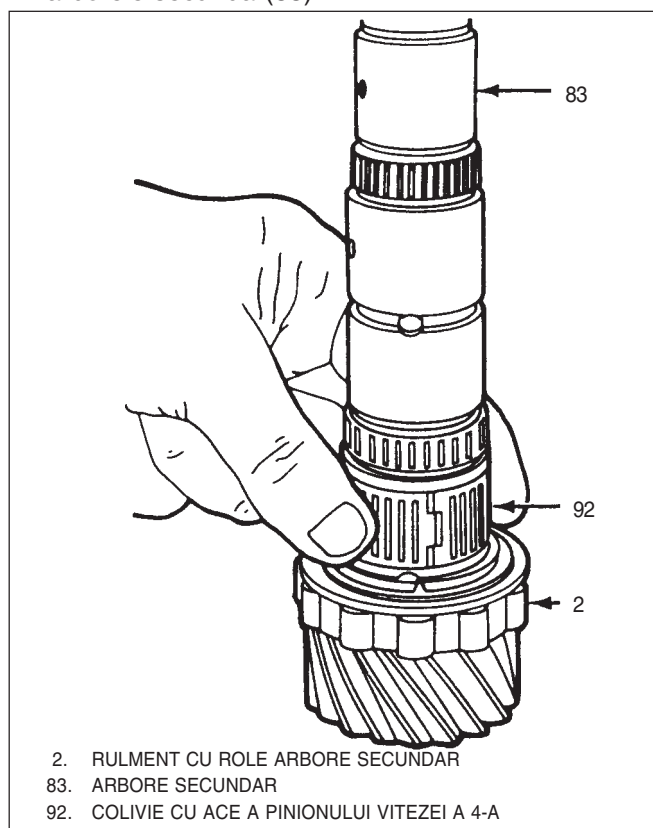

Fig. 35 Montare colivie cu ace pinion viteza a 4-a
- 4) Colivie cu ace pinion viteza a 4-a(92), Fig 35.
5) Pinion viteza a 4-a(6) și inel sincronizator 3-4(7) pe arborele secundar(83).